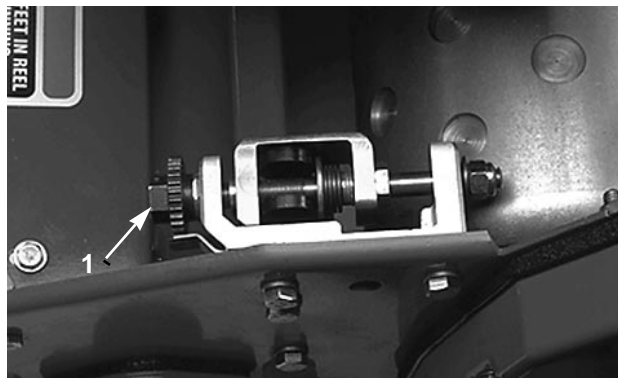
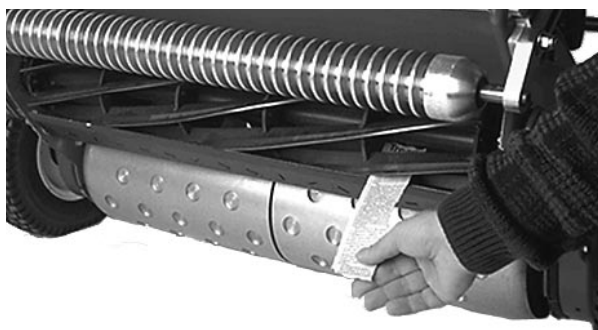

Fig. 4
Fig. 5
7. Løsn de 4 rullelejeskruer og skruen, som fastholder mellemskiven. Løft eller sænk højre side af rullen, indtil mellemrummet er reduceret til mindre end 0,25 mm. Stram rullelejeskruerne. Juster remspændingen og stram mellemskivens monteringskrue (Fig. 4).
1. Parkér maskinen på en jævn, plan overflade. Sørg for at fjerne kontakten mellem bundkniven og knivcylinderen ved at løsne låsemøtrikkerne på bundknivens justerskruer og dreje justerskruerne mod uret (Fig. 4).
3. Forfra i den ene ende af knivcylinderen stik en lang strimmel avispapir ind mellem knivcylinderen og bundkniven (Fig. 5). Mens knivcylinderen langsomt drejes fremad, strammes bundknivens justerskrue (i samme ende af knivcylinderen), indtil papiret klemmes let, når det stikkes ind forfra, parallelt med bundkniven, hvilket medfører, at man mærker let modstand, når man trækker i papiret (Fig. 4).
5. Efter justeringen kontroller for at se, om knivcylinderen kan klemme papiret, når det stikkes ind forfra, og den kan klippe papiret over, når det stikkes ind vinkelret på bundkniven (Fig. 5). Det skulle være muligt at klippe papiret over med minimal kontakt mellem bundkniven og knivcylinderknivene. Skulle der være tegn på for stor modstand, vil det enten være nødvendigt at baglappe eller slibe klippeenheden for at få de skarpe skær, som er nødvendige for præcisionsklipning (se Toro håndbogen vedr. slibning).